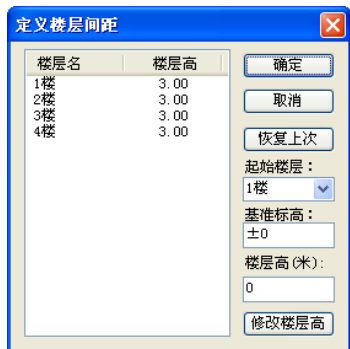

图 3-8 【定义楼层间距】对话框
- “定义层高”按钮：单击该按钮，系统弹出如图 3-8 所示的【定义楼层间距】对话框。在对话框左边的预览框中点取待修改层高的楼层，在左边的“楼层高”文本框中即可显示该楼层的层高。在文本框中定义新的层高后，单击下方的“修改楼层高”按钮，即可完成修改。